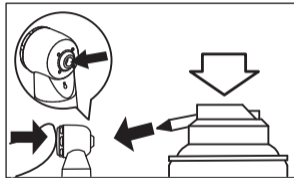

Fig. 11
- 2) Lubrifique o sistema de fixação diretamente pelo orifício de inserção da broca. (Fig.11)